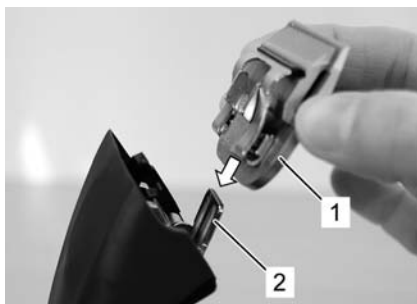

Fig. 15
6. Mettez la tête de coupe désirée sur la charnière de peigne et rabattez-là par pression légère vers la tondeuse en marche (fig. 15, 16, 17).